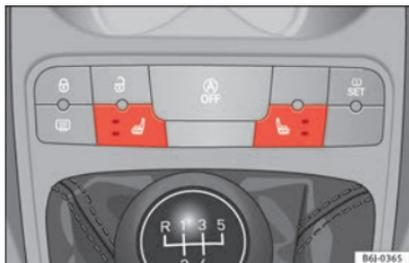

Fig. 142 Interruttore per il riscaldamento dei sedili anteriori.
- Per accendere il riscaldamento di un sedile, premere l'interruttore corrispondente **»» fig. 142**.
- Una sola pressione attiva il riscaldamento a intensità massima. Si illuminano i due LED **»» fig. 142**. Dopo 15 minuti a massima intensità, si spegne il LED superiore, il sistema si disattiva per 2 minuti, dopo i quali ricomincia a funzionare con la minima intensità (il LED inferiore è sempre acceso).